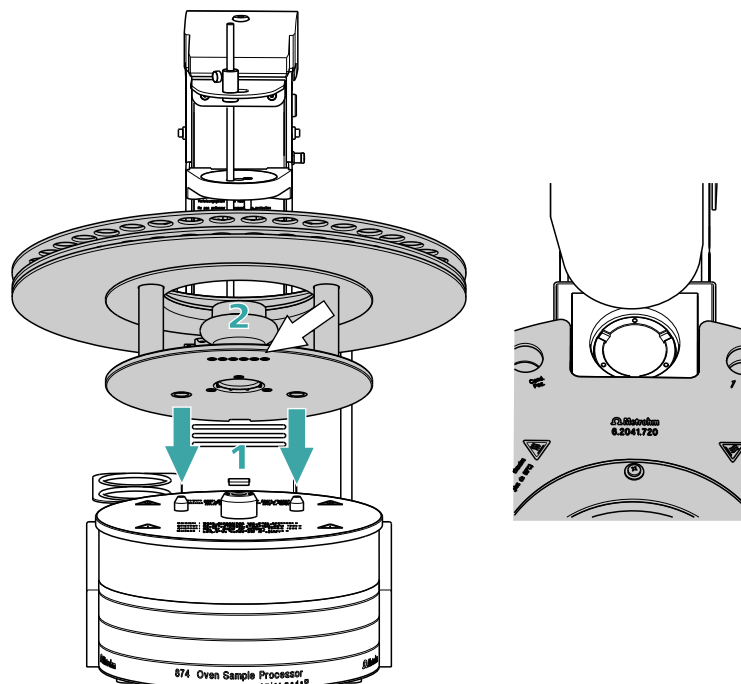

Abbildung 15 Rack aufsetzen
- 2 Das Rack wird in die Ausgangsposition bewegt. Dabei wird der Magnetcode des Racks vom Gerät ausgelesen. Der weiße Pfeil in der *Abbildung 15* zeigt die Position des Magnethalters. Der sechsstellige Magnetcode dient zur Identifizierung des Racktyps. Mit dem Racktyp